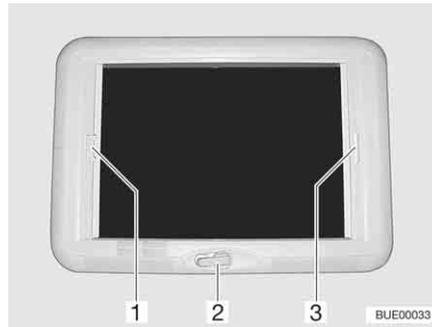

Fig. 91 Lanterneau à manivelle
- Tourner la manivelle (Fig. 91,2) jusqu'à ressentir une résistance.
- Tirer la poignée du dispositif occultant plissé (Fig. 91,3) et le relâcher lorsqu'il a atteint la position voulue. Le dispositif occultant plissé reste alors à cette position.
- Tirer sur la poignée (Fig. 91,1) de la moustiquaire jusqu'à toucher la poignée du dispositif occultant plissé (Fig. 91,3) située vis-à-vis et la faire s'enclencher.
- Appuyer sur la poignée de la moustiquaire (Fig. 91,1) vers l'arrière et le haut et décrocher la moustiquaire du dispositif occultant plissé (Fig. 91,3).